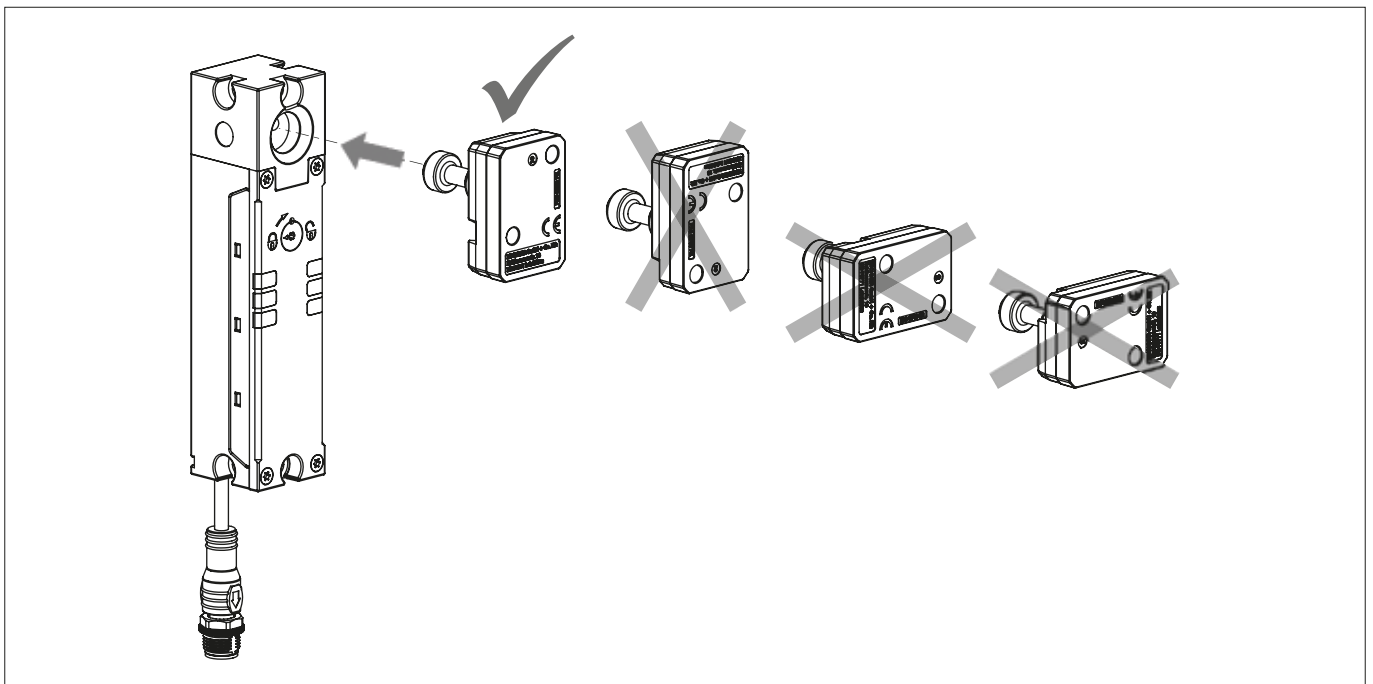

图2: 触发块对准
- 安装触发块和安全开关时必须使触发块在安全门关闭时垂直并完全插入到开关中（请参见图2）。如果安装不正确，则无法确保门锁装置功能。